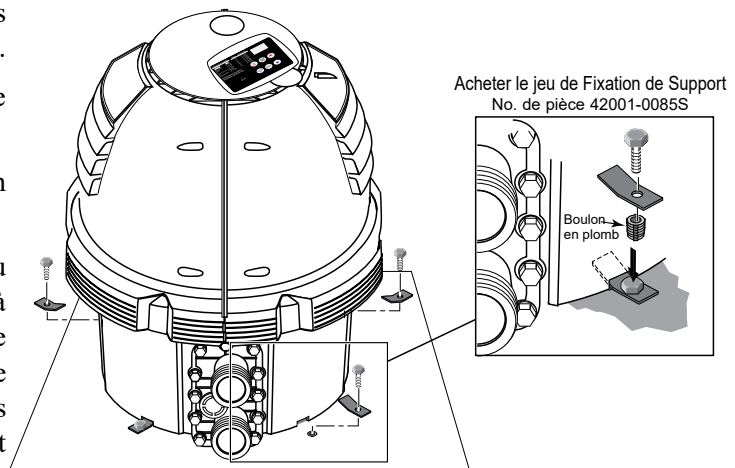

Figure 26.
En Floride, le code du bâtiment exige que le chauffe-eau soit ancré au panneau ou à la plateforme afin de résister à la pression des grands vents durant les ouragans. Un jeu de fixation de support, pièce n° 42001-0085S, voir la Figure 26, est disponible avec des pinces d'ancrage conçues pour maintenir l'appareil au panneau d'installation durant de grands vents. L'installation de pinces d'ancrage est recommandée dans toutes les installations et est exigée en Floride, (voir Florida Building Code 301.13).
- Déplacer le cavalier (tel qu'indiqué sur la Figure 26, page 27) pour activer la commande externe et pour désactiver la/les touche(s) « Pool ON » et « Spa ON » sur la commande à membrane (la touche « OFF » de la commande à membrane demeure active).